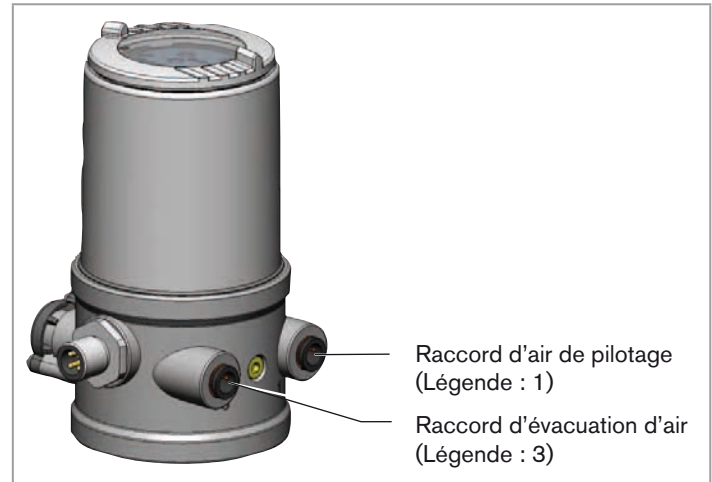

Fig. 8 : Raccordement pneumatique
- Raccorder le fluide de commande au raccord d'air de pilotage (1) (3 ... 7 bars ; air d'instrument, exempt d'huile, d'eau et de poussières).
- Monter la conduite d'évacuation d'air ou un silencieux sur le raccord d'évacuation d'air (3) (voir « Fig. 8 »).